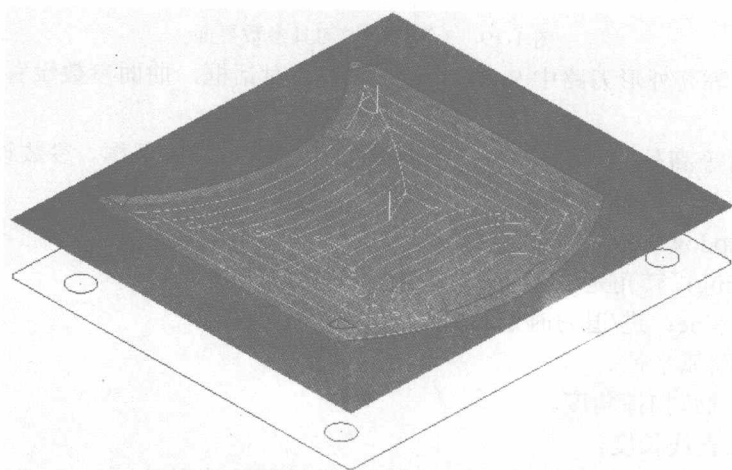

图 1-18 3D 曲面挖槽刀具路径
⑨ 单击对话框中的 ☒ 按钮，系统产生如图 1-18 所示的曲面挖槽刀具路径。
⑩ 在操作管理器中选择 2 - Surface Rough Pocket，单击 按钮，弹出 **Backplot** 对话框。单击键盘的 R 键，模拟刀具路径，检查刀具铣削路径有无问题。刀具路径如图 1-18 所示。
⑪ 在操作管理器中单击 按钮，使图标变成灰色，关闭当前的刀具路径显示。按 Alt+A 组合键保存平板盖前模文件。
(3) 选取 $\Phi 16R0.8$ 钨合金方刀粒的圆鼻刀，用曲面精加工等高外形刀路对前模型腔曲面精加工。
① 在屏幕左方刀路操作管理区内（或单击下拉式菜单）单击鼠标右键，依次单击主菜单中的 **Mill toolpaths / Surface finish / Contour** 命令。依次单击 **All...** 按钮，弹出 **Select All** 对话框